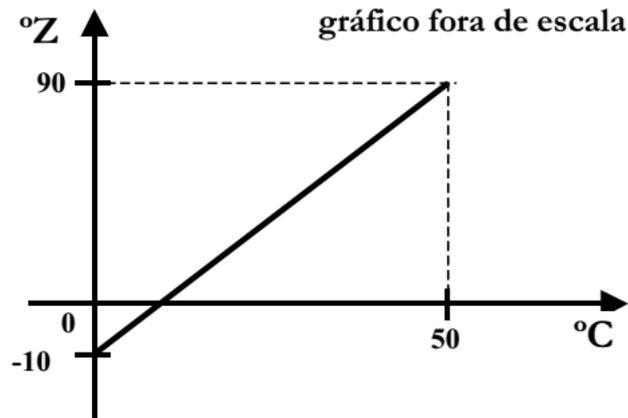

Figura 2.13: Gráfico da escala Z em função da escala Celsius
5. (EsPCEX-SP) Comparando-se a escala Z com a escala C (Celsius) de dois termômetros, obteve-se o gráfico mostrado na figura 2.13, que mostra a correspondência entre essas duas escalas. Quando o termômetro graduado em $^{\circ}\text{C}$ estiver registrando 90, o termômetro graduado em $^{\circ}\text{Z}$ estará registrando: